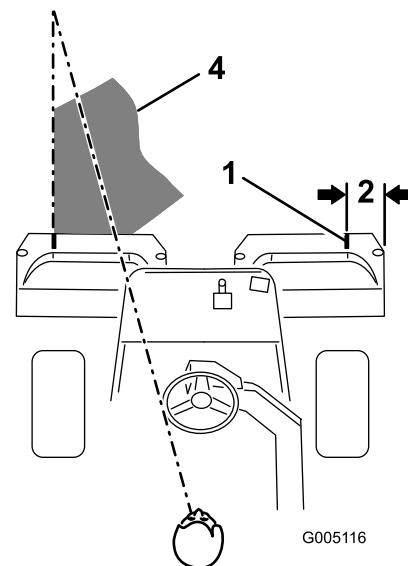

Figura 39
3. Durante le passate di ritorno sovrapponete uno spazio minimo alla falciatura precedente. Per tosare in linea retta il green e mantenere la macchina alla medesima distanza dal bordo della falciatura precedente, immaginate una linea da 1,8-3 m circa davanti alla macchina fino al bordo della sezione di green da tosare (Figura 39). Potrebbe essere utile includere nella linea di collimazione il bordo esterno del volante, vale a dire, tenere allineato il bordo del volante con un punto che si trovi sempre alla stessa distanza dalla parte anteriore della macchina (Figura 39).